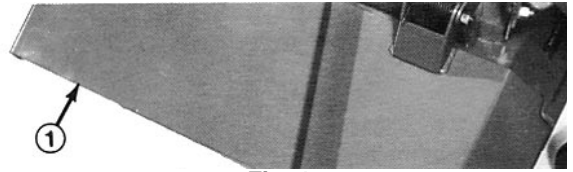
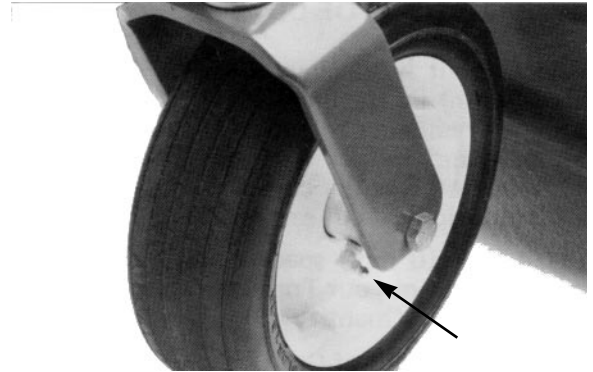

Fig. 4
Fig. 6
1. Klippeenheten har lagre og foringer som må smøres. Smørepunktene er: hjulspindelforinger (fig. 4), hjulforinger (fig 4 og 5), bladspindellagrene (fig. 6) og høyre og venstre kuleledd (fig. 6).
2. Senk klippeenheten slik at hjulene hviler på et flatt underlag. Ta ut nivåpluggen (fig. 6) på siden av gearkassen og undersøk oljenivået. Hvis det er lavt må du ta ut påfyllingspluggen øverst på gearhuset og etterfylle med SAE 80-90 smøremiddel til nivået kommer opp i underkant av hullet på siden.